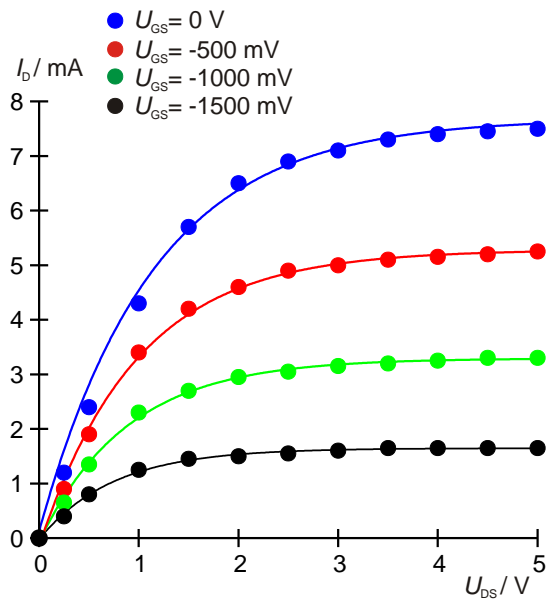

Fig. 5: Curve caratteristiche del transistor ad effetto di campo per diverse tensioni Gate.
- Rappresentare graficamente i valori misurati per le diverse tensioni Gate in un diagramma $I_D - U_{DS}$ (Fig. 5)